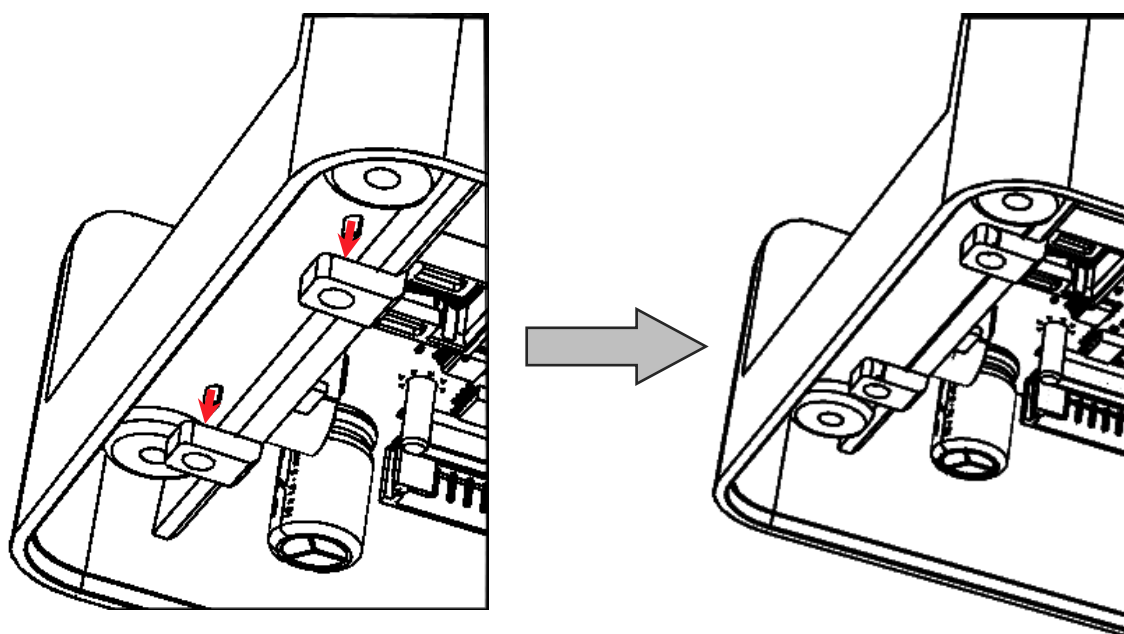

Рисунок 10. Правила установки панели в корпусе ККТ
- 14** Совместить нижнюю часть (основание) с верхней частью корпуса, при этом выступы нижней части корпуса (основания) должны быть вставлены в отверстия панели (см. рисунок 10), в случае если панель установлена неправильно, то основание не будет плотно совмещено с верхней частью корпуса и дальнейшая сборка корпуса будет невозможна.